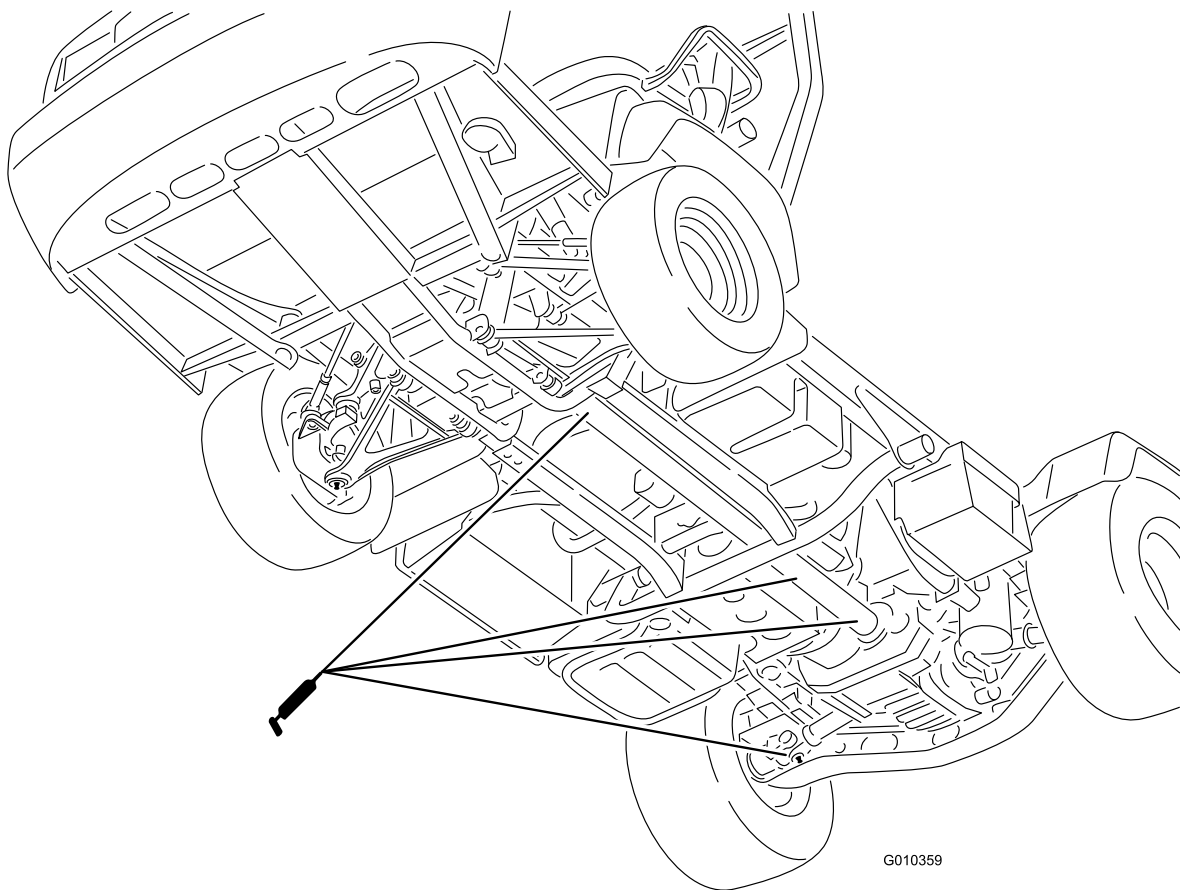

Figure 44
- Joint de cardan (18) et arbre de transmission aux 4 roues motrices (3) (Figure 44)